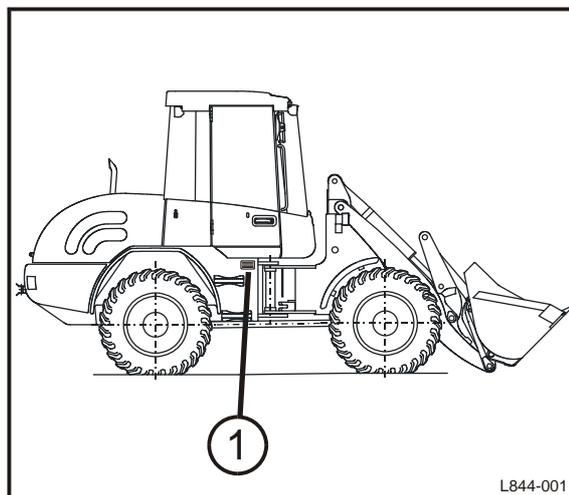

Fig. 1 Plaque signalétique
*Le **numéro de série de la machine** est frappé sur la plaque signalétique (fig. 1/1).*